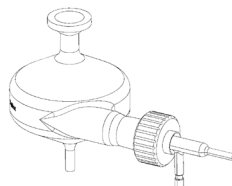

図 2. ネブライザーの取り付け
- 2 ネブライザーをトルク制御式アダプタに完全に差し込み、「カチッ」と音がするまでネブライザーアダプタを時計回りにゆっくりと回して、所定の位置に固定します（図 2）。